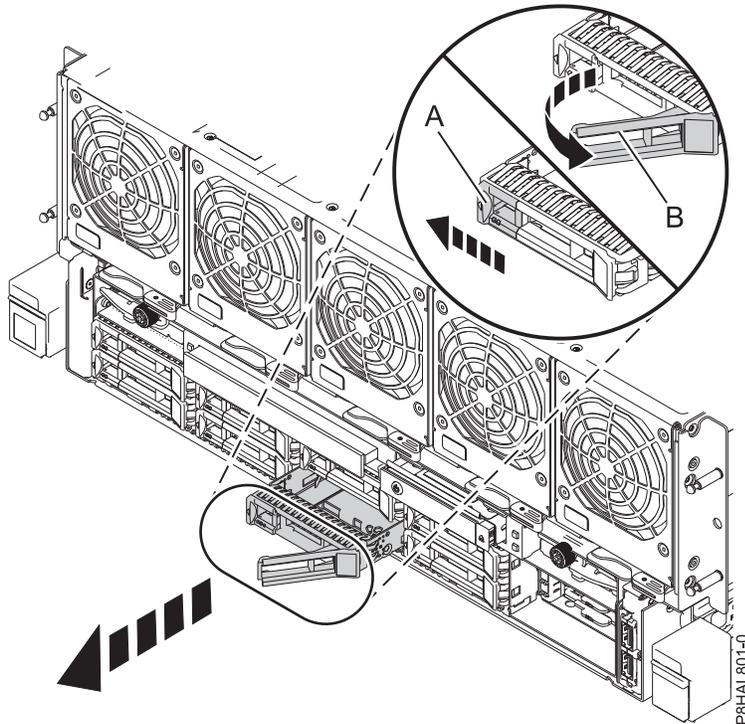

Abbildung 17. Plattenlaufwerk ausbauen - System vom Typ 8408-44E oder 8408-E8E
3. Entriegeln Sie den Griff (**B**) des Laufwerks, indem Sie die Verriegelung (**A**) zusammendrücken und zu sich hin nach außen ziehen. Siehe Abb. 17 auf Seite 29. Wird der Griff nicht ganz nach außen gezogen, lässt sich das Solid-State-Laufwerk nicht aus dem System schieben.